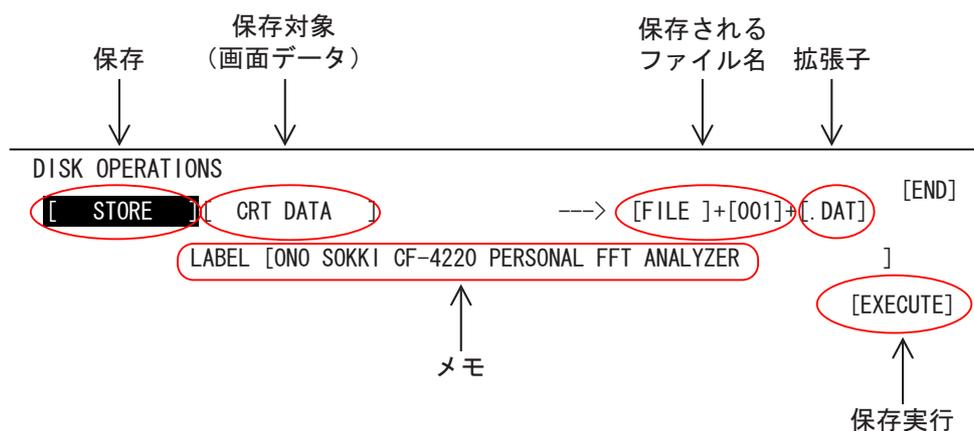

図 27
- ① FD を挿入します。
- ② メニューアイコンの **【DISK】** にジョグカーソルを合わせ、SELECT スイッチを押し「DISK OPERATIONS」ページを開きます。ジョグカーソルを回すと、このページの設定項目に次々移動します。各項目にジョグカーソルを合わせ、SELECT スイッチを押し、図 27 の通りの設定をします。例えば、ジョグカーソルを「LOAD」に合わせ、SELECT スイッチを押し 2 次ページの「STORE」(保存) を選択後、SELECT スイッチを押すと、「STORE」に変更されます。
- ③ 拡張子の項は (. DAT) と (. GRP) があります。拡張子 (. DAT) に設定すると、CF4220 で再生表示することができる標準の拡張子です。また弊社ホームページ上のフリーソフト「グラフィックインターフェース」をお使いいただくことで、EXCEL でグラフ化することが可能です。
各項目を図 27 のように設定してください。